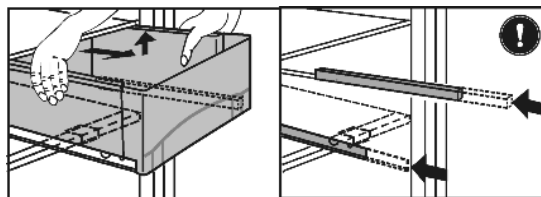

Fig. 33
- ▶ Remettre en place le couvercle du tiroir *Fig. 33 (2)* : Introduire les barrettes du couvercle du tiroir par le bas dans les supports de logement arrière et faire encliqueter dans le support avant.